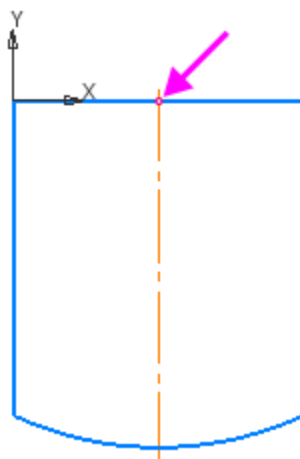

Рисунок 2
- Постройте дугу командой Дуга  радиусом 28,5 с центром в середине верхнего отрезка. (рисунок 2)